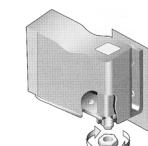

Fig. 5.
- Verwijder de borgmoer uit de beugel van het onderste scharnier (afb. 5)